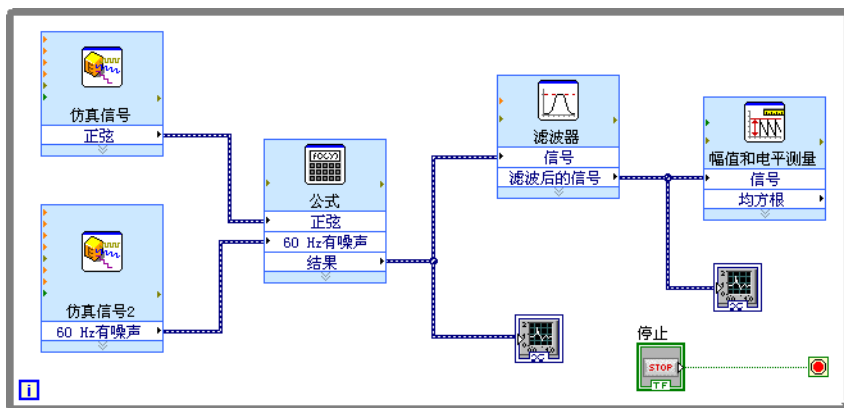

图 3-3 分析 VI 的程序框图
12. 选择**文件**»**保存**。图 3-3 为“分析”VI 的程序框图。